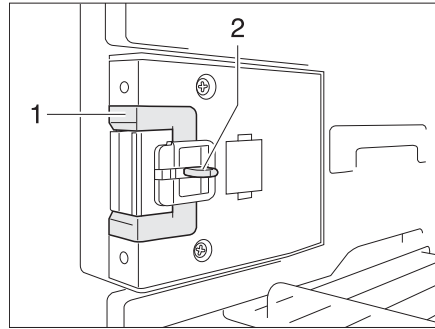
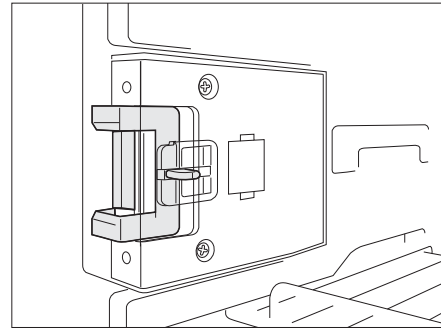

Bild 275 Låsanordning i normalläge
Bild 276 Låsanordning i ventilationsläge
- Tryck in frigöringen (Bild 275,2).
- Skjut låsanordningen (Bild 275,1) framåt (Bild 276).